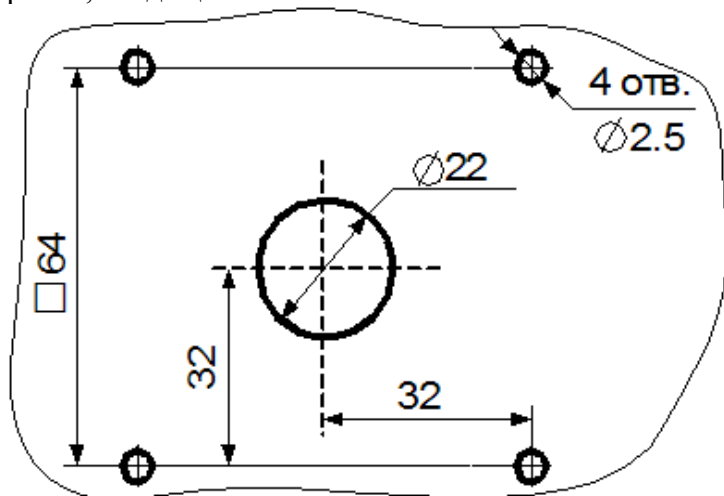

Рис. 3. Чертеж разметки на баке для сверления отверстий для установки датчика.
6.3.1 Датчик монтируется на баке, в котором предварительно сверлят 5 отверстий: одно отверстие $\varnothing 22$ мм для прохода чувствительного элемента датчика (рабочей части датчика) в бак и 4 отверстия $\varnothing 2.5$ мм для крепления датчика на баке. Чертеж разметки на баке для сверления отверстий приведен на рис. 3. Для разметки рекомендуется использовать шаблон для сверления отверстий, входящий в комплект монтажных частей.